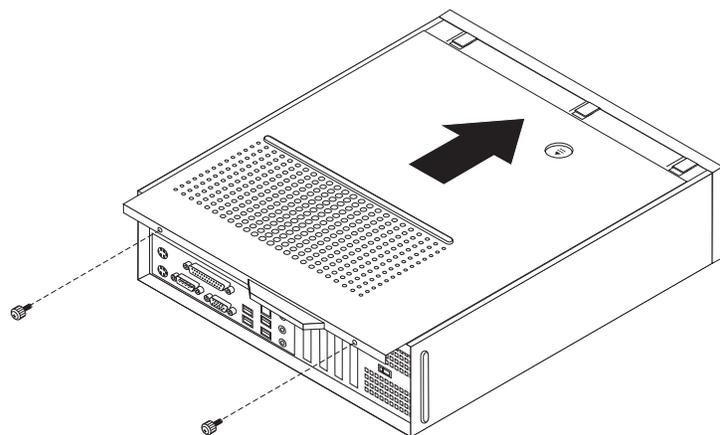

Figura 43. Instalación de la cubierta
5. Vuelva a poner la cubierta del sistema y conecte el cable de alimentación. Consulte el apartado Figura 43 en la página 35.